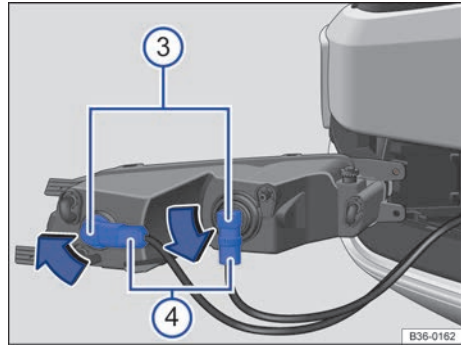

Fig. 312 Cambiar la lámpara del faro.
4. Tire del faro hacia delante y extráigalo del paragolpes → **fig. 312**.
5. Desbloquee el conector → **fig. 312** **U** de la lámpara averiada y desacóplelo.
6. Para desbloquear la lámpara → **fig. 312** **U**, gírela en el sentido de la flecha y extráigala del faro.
8. Coloque la lámpara → **fig. 312** **U** en el faro y gírela en el sentido contrario al de la flecha → **fig. 312**, hasta el tope, hasta situarla en su posición original.
10. Encaje el conector → **fig. 312** **U** en la lámpara hasta que oiga que ha encastrado.